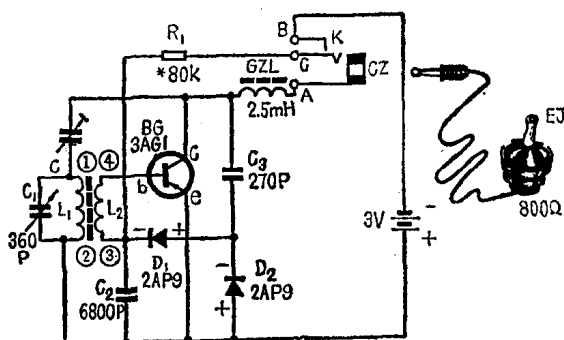
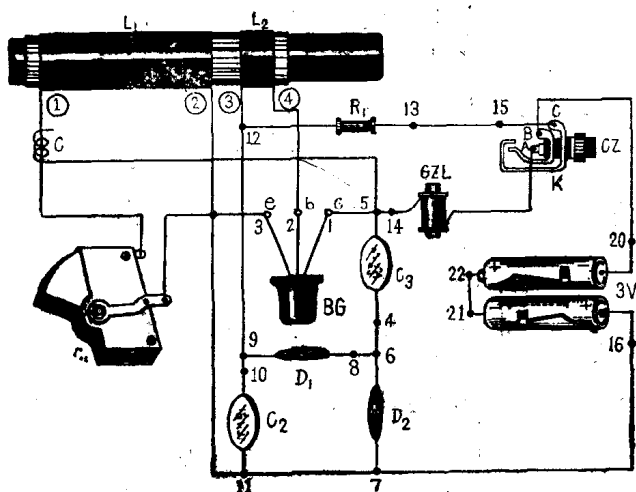
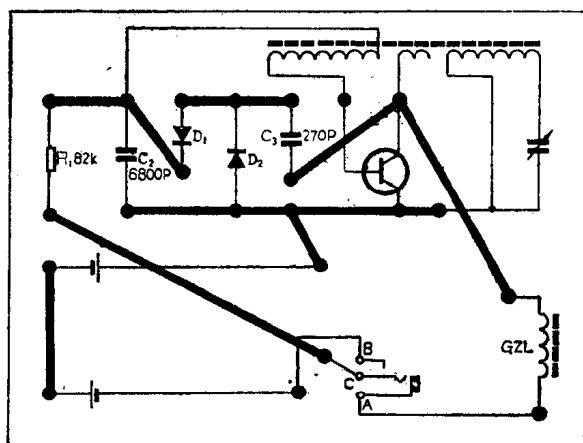
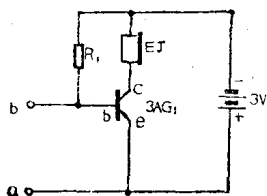

图 1.3 单管收音机原理图
图 1.4 单管收音机实体接线图
图1.6 印刷电路板安装图
图 1.8 单管收音机中的音频放大器
单管收音机的原理图如图1.3。它的实体接线图如图1.4。
如有印刷电路板可以照图1.6 制板。开孔，焊接。那就用不着打铜铆钉了。
调整再生的方法：偏流调好之后，旋转单连电容一般就可以听到本地强力电台的播音。为了使其灵敏度更高一些，可以加上再生，就是前边谈到的从集电极C上引一根线在磁性天线的连线上绕几圈，象图1.4那样，这线圈与连接线便形成一个电容。调整再生就是增加或减少圈数使收音机的声音大又不发生啸叫（一种尖叫声）为止。
前边介绍了单管机的原理图(图1.3), 根据这个图可以看出放大器在单管机里的作用。从磁性天线的次级圈 L_2 产生的高频电信号送到三极管的基极加以放大。放大了的信号从集电极输出分为两路: 一路到高频扼流圈GZL, 因为GZL对高频的阻抗大, 所以通不过; 另一路到电容器 C_3 经过两个二极管的倍压检波变成音频和高频的混合信号, 经过 D_1 又分为两路, 一路是高频通路把检波后残余的高频成分经 C_2 入地(最下边的公共线)。另一路经过 L_2 由③到④又送到基极, 这才是音频信号。这些音频信号经过放大也从集电极输出, 经过GZL送到耳机里发出声音。这个放大器既放大高频, 又放大音频。所以这种收音机也称为来复式单管收音机。
放大器是怎样起到放大作用的? 下面介绍音频放大器的工作原理, 为此我们把音频放大器这一部分从图1.3中分离出来, 如图1.8。在图1.3中磁性天线和单连电容不属于音频放大器, 这一部分在图1.8中就不画了, L_2 和GZL对音频的阻抗很小, 在图1.8中用一根导线代替。 C_3 、 D_2 和 D_1 是检波用的, 也不属于音频放大器。 C_2 对音频的阻抗大, 可以认为断线, 图中都没画。这样图1.8就是一个基本的音频放大器了。
放大器除了直流通路还有交流通路。在图1.8中交流信号从b端进来经过基极、发射极到地回到a，这一条交流通路称为输入回路。另一条从集电极出发经耳机和电池（电池对交流没有阻力）回到发射极，这一条交流通路称为输出回路因为输入回路和输出回路都经过发射极，所以图1.8所示的放大器也称为共射极放大电路。读者不妨把直流通路用蓝色笔描一下，把交流通路用红笔描一下，就明显地看出直流和交流有时重叠，有时各走各的路。在互相重叠的地方交流电和直流电就叠加在一起，其它地方就分开。
(二) 基极电流也是从基极流向发射极的，所以基极也通过一个电阻 R_1 接到电源正极。这个电阻也是调偏流用的，和图1.3中的电阻 R_1 一样。
除了以上的三点区别，它和前面介绍的PNP型单管机在安装和调测上完全一样，读者如有兴趣也可以装装试试，可用图1.4，图1.5，图1.6的接线图。